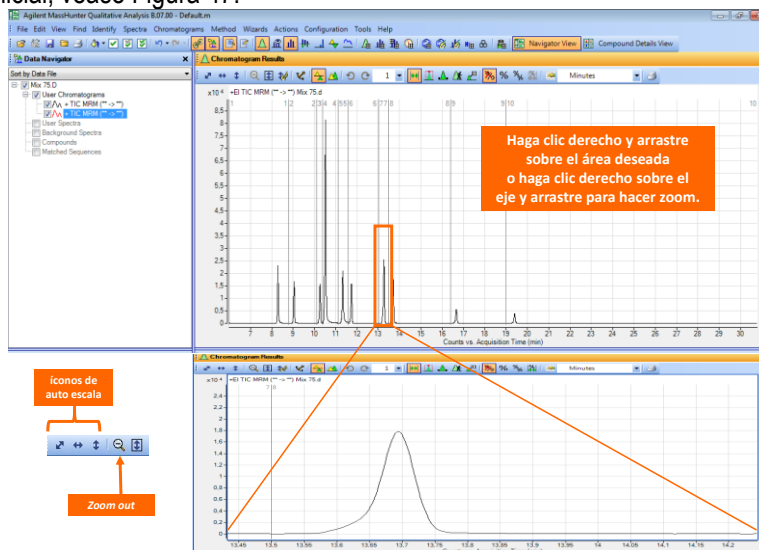

Figura 47. Ampliación de regiones dentro del cromatograma, **zooming**.
8.9.5 Para ampliar alguna región del cromatograma o del espectro de masas, realice el **zoom** dando **click** con el botón derecho en la ventana y arrastre el cuadro alrededor de los datos que desea ampliar o dando **click** derecho sobre el eje y arrastre para hacer **zoom**. Utilice los botones de escala automática para devolver los datos a la escala inicial, véase Figura 47.